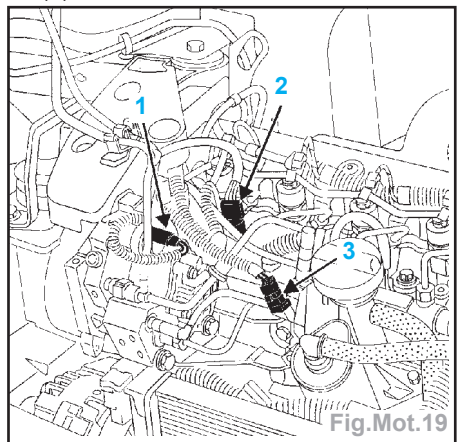

Fig.Mot.19
- Débrancher (Fig.Mot.19) :
- le régulateur de pression (1),
- le capteur de pression (2),
- la sonde de température de carburant (3).